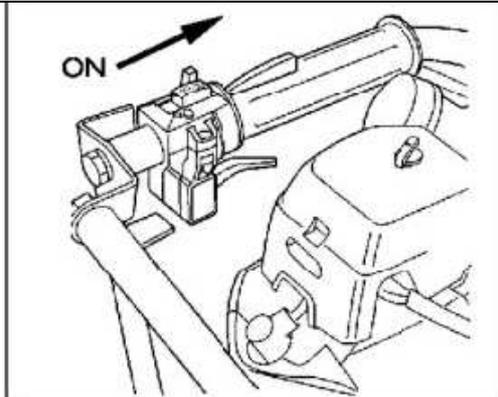

Figure 5
4. Placez l'interrupteur d'allumage sur la position "ON" (marche). (FIG. 5)